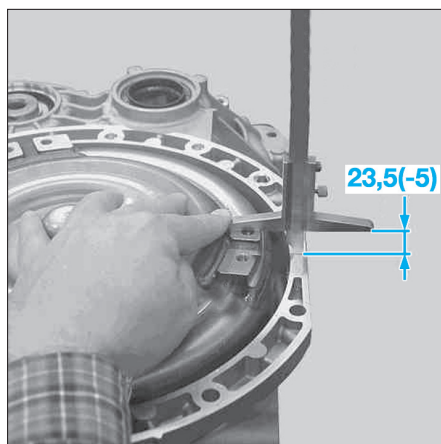

FIG. 5
- contrôler la hauteur de montage du convertisseur de couple (Fig.5),